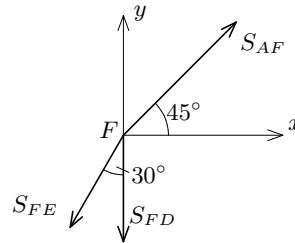

Рис. 7
4. Рассматриваем узел  $F$ . К нему подходят три стержня (рис. 7).